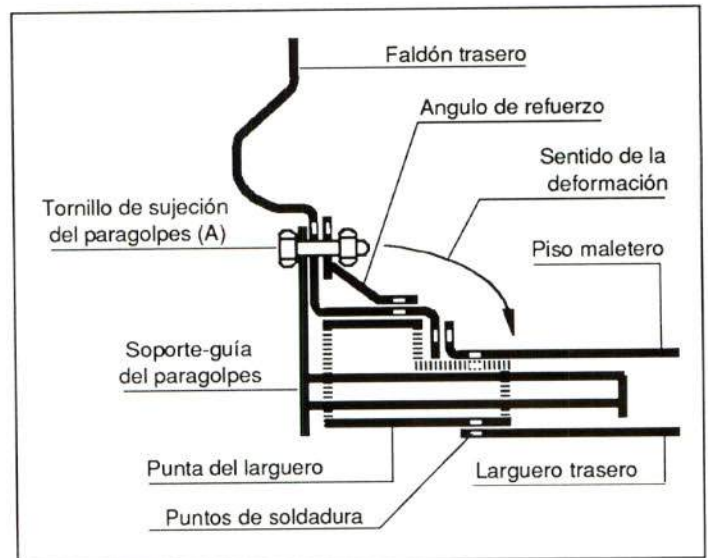

FIGURA 8.- Sección en alzado de la parte posterior del larguero trasero
Está compuesto por un extremo en forma de "U" en la punta del larguero. En la figura 8 se detalla una sección de esta parte. La zona de sujeción del paragolpes (A) junto con el ángulo de refuerzo, contribuye a que el larguero doble en su extremo ante un impacto trasero, limitando así el alcance de los daños.